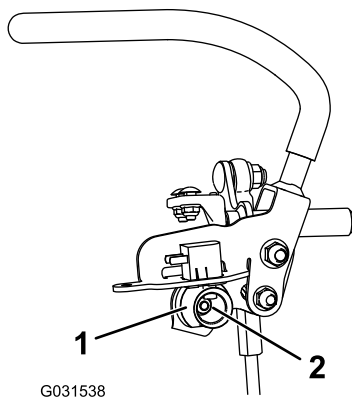

Bild 83
6. Lockern Sie die Mutter, mit der die Nocke befestigt ist (Bild 83).